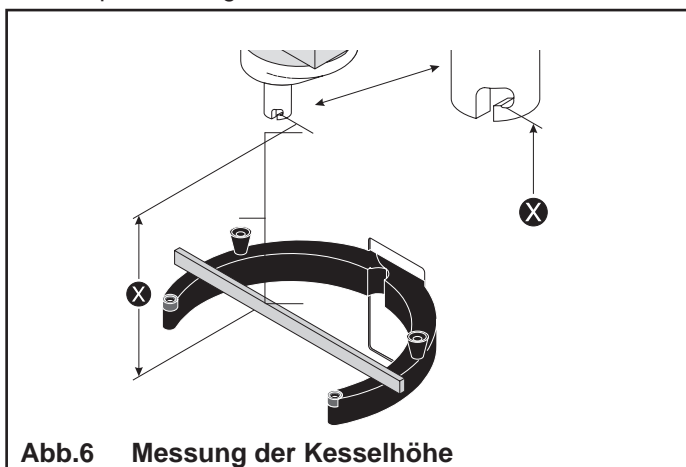

Abb.6 Messung der Kesselhöhe
Den Abstand (X) von der Unterseite des Bajonettloches bis zu der Fläche an den Kesselarmen messen, auf der der Kessel ruht (Abb. 6). Die Kesselarme sollen in die normale Arbeitsposition angehoben sein.